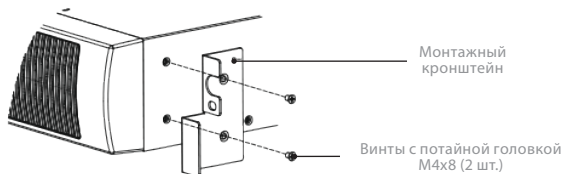

Рис. 3 Установка монтажных кронштейнов
- и. Совместите монтажные кронштейны с отверстиями для винтов на каждой стороне ИБП и закрепите с помощью потайных винтов М4×8 (см. рис. 3).